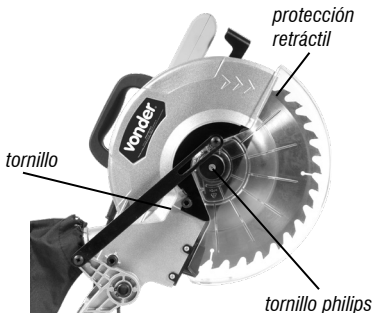

Fig. 9 – Procedimiento para cambiar la lámina de sierra
1. Mantenga la máquina en la posición límite superior (Fig. 9);
4. Apriete el botón de traba del eje (13) (fig. 9), y con la llave que acompaña la máquina suelte el tornillo del eje de la sierra.
6. Posicione la tapa de la protección retráctil (fig. 9);